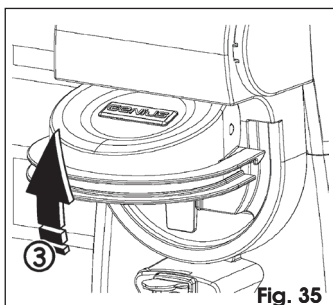

Fig. 35
1. Ouvrir le couvercle de déverrouillage, Fig. 35.